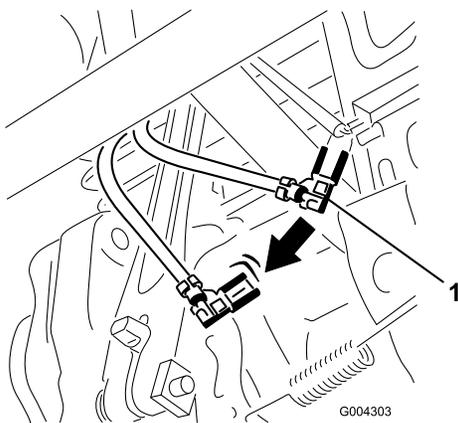

Figure 19
- Débranchez le clip du fil de terre vert sous le starter (Figure 19).